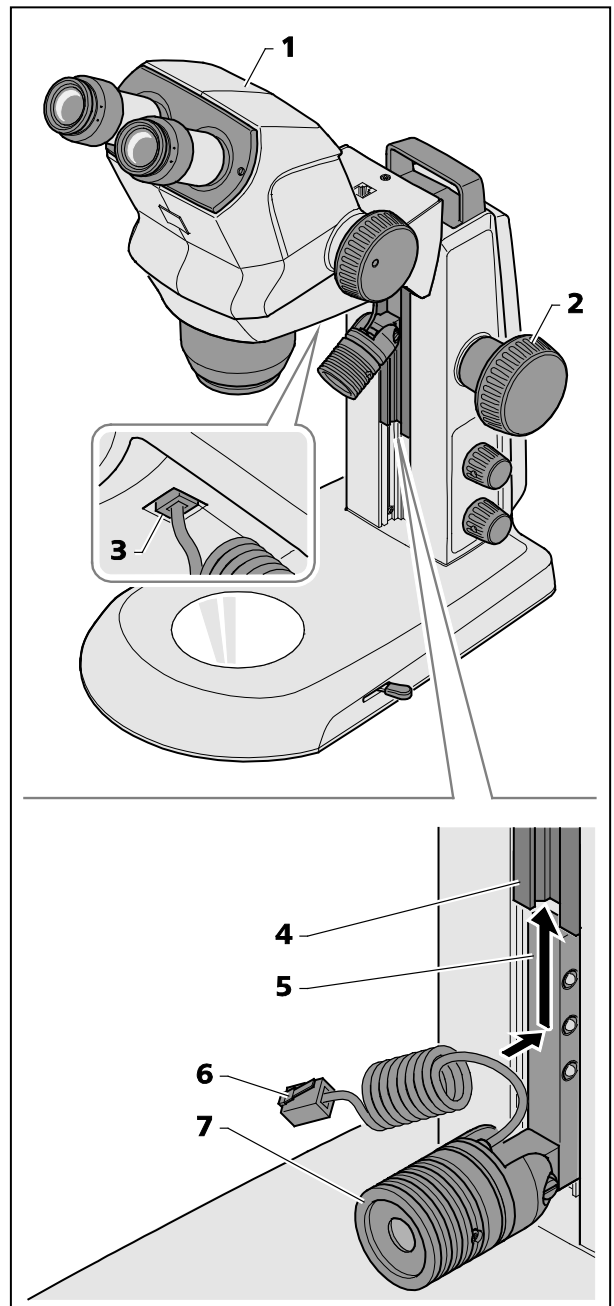

Fig. 8 Montar a lâmpada spot
- Levar o corpo de microscópio (Fig. 8/1) mediante o botão focalizador (Fig. 8/2) à posição superior.
- Introduzir a lâmpada spot (Fig. 8/7) com o suporte (Fig. 8/5), de baixo para cima, na guia (Fig. 8/4) do estativo e deslocá-la para cima até a posição desejada.
- Inserir o cabo de ligação (Fig. 8/6) da lâmpada spot na tomada inferior do suporte (Fig. 8/3).